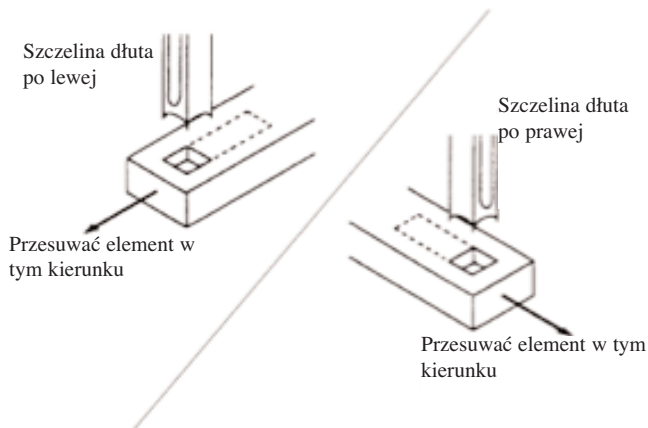

Rys. 5
3. Ustawić ograniczniki ruchu stołu (rys. 5) stosownie do zamierzonej długości obróbki, a następnie zaciśnąć pokrętkła ustalające.